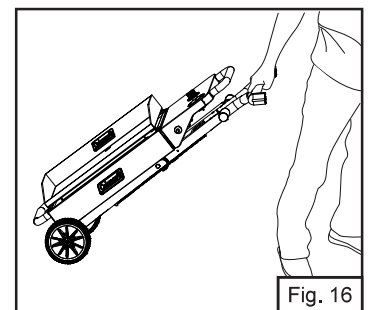

Fig. 16
4. Una vez que las patas estén bloqueadas en su posición, vuelva a voltear el aparato para que la plancha (o la tapa) quede de nuevo hacia arriba. Ahora puede trasladar fácilmente el aparato a cualquier lugar de su camping o patio trasero agarrando el asa de remolque (Fig. 16).